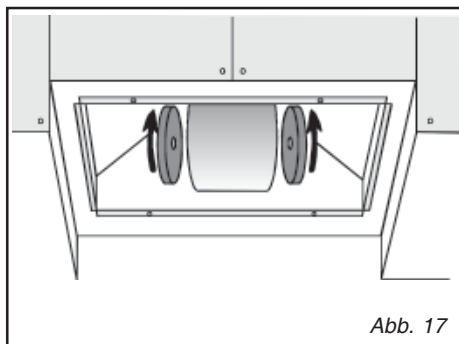

Abb. 17
• Wechsel des Kohlefilters (Abb.17)
Kohlefilter ausbauen (fig. 17):